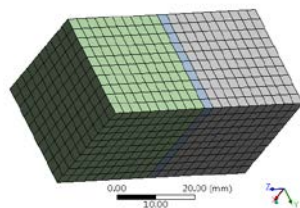

图 17-11 网格划分效果
2) 在 Outline 树结构图中的“Mesh”选项上右击，在 弹出的快捷菜单中选择“Generate Mesh”，生成网格最终 的效果如图 17-11 所示。